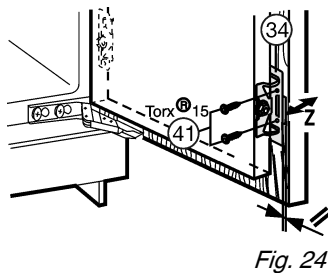

Fig. 24
► Atornille la puerta del aparato con los tornillos Fig. 24 (41) a través de las escuadras de fijación Fig. 24 (34) en la puerta del mueble.